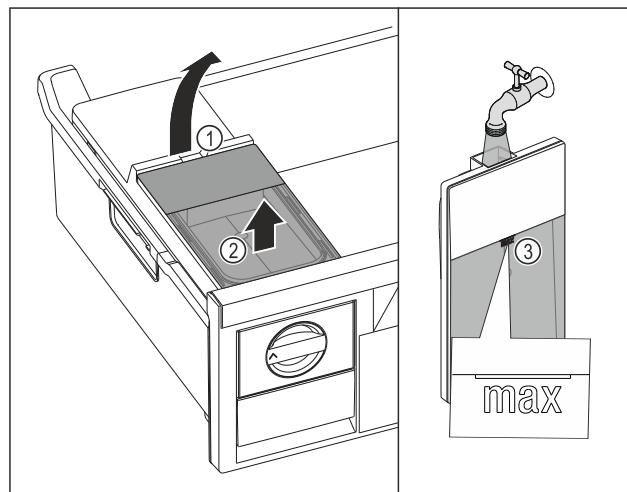

Fig. 126
- Dvignite rezervoar za vodo dvignite za izrez Fig. 126 (1).
- Rezervoar za vodo odstranite v smeri navzgor. Fig. 126 (2)
- Rezervoar za vodo napolnite s pitno vodo do označke Fig. 126 (3).